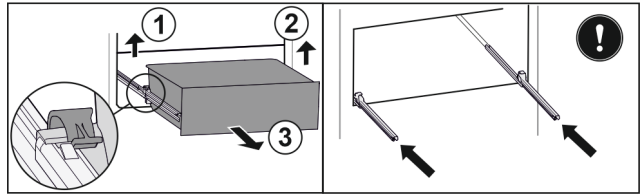

Fig. 79
- ▶ Повдигнете лявата скоба и едновременно с това изтеглете напред чекмеджето отляво. Fig. 79 (1)
- ▶ Повдигнете дясната скоба и едновременно с това изтеглете напред чекмеджето отдясно. Fig. 79 (2)
- ▶ Извадете чекмеджето напред. Fig. 79 (3)